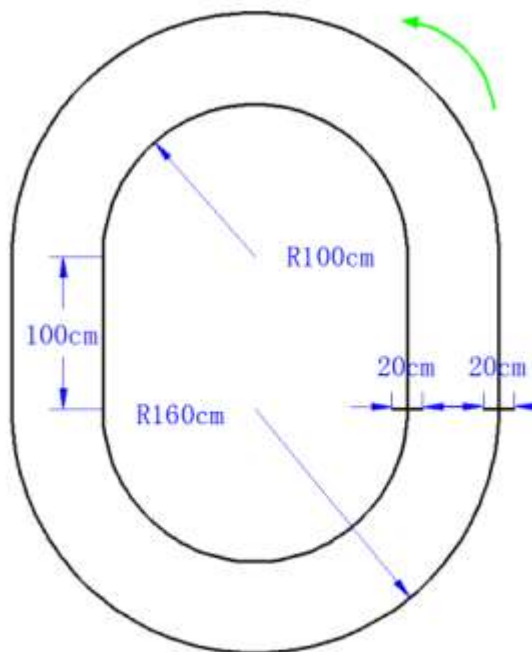

图 3 场地俯视图
- 1、比赛场地平面俯视图如图 3 所示。
3、比赛场地由两条黑色防滑胶带（胶带宽度为 2.5 厘米）粘贴成椭圆轨道，两赛道之间距离 60 厘米，直线部分长度为 1 米，半圆部分内圆半径为 1 米，外半圆半径为 1.6 米，具体尺寸要求见图 3。